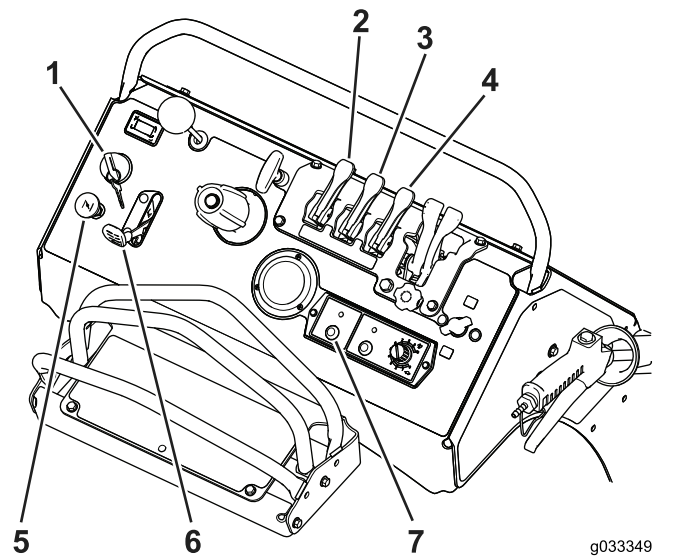

Figura 50
3. Ponga el freno de estacionamiento, mueva la palanca de control de la dirección/control de movimiento a la posición de PUNTO MUERTO, y arranque el motor (Figura 50); consulte Cómo arrancar el motor \(página 24\).
4. Ponga el interruptor de la bomba de fumigación en la posición de ENCENDIDO y ponga el acelerador en la posición de RÁPIDO (Figura 50).
5. Mueva la palanca de agitación del depósito a la posición de ACTIVADO (Figura 50).
1. Tire hacia atrás de las dos palancas de patrón de fumigación ancho y estrecho, hasta la posición de ACTIVADO (Figura 50).
6. Mueva las palancas de los patrones de fumigación a la posición de DESACTIVADO, ponga el interruptor de la bomba de fumigación en la posición de DESACTIVADO y pare el motor (Figura 50).